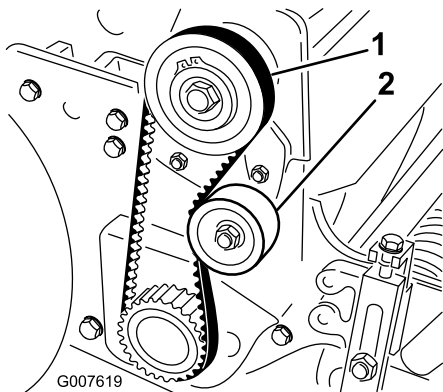

図 34
2. プーリ間の中央（図 34）でベルトを 1.8～2.2 kg 程度の力で押して点検します。ベルトのたわみが 6 mm 程度あれば適正です。
- A. アイドラ・プーリ固定ナットをゆるめ、プーリをベルトの背に右回りに押しつけて、適当な張りを出す（図 34）。